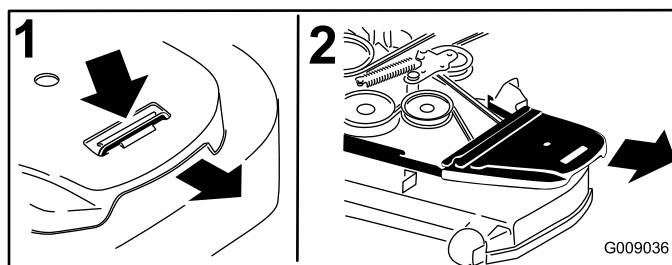

Figura 81
4. Retire las cubiertas de la correa (Figura 81).